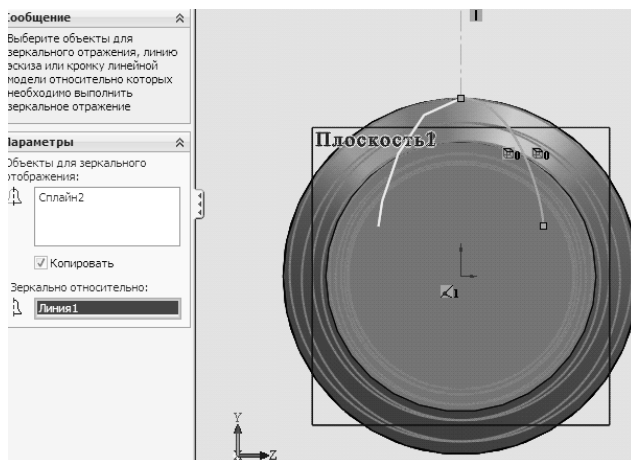

Рисунок 4.11
- оберіть перпендикулярну осьову лінію як лінійний об'єкт, відносно якого необхідно зробити дзеркальне відображення (рис. 4.11).